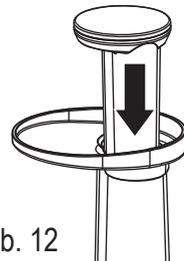

Abb. 12
- Schieben Sie mit dem Stopfer nach (Abb. 12).